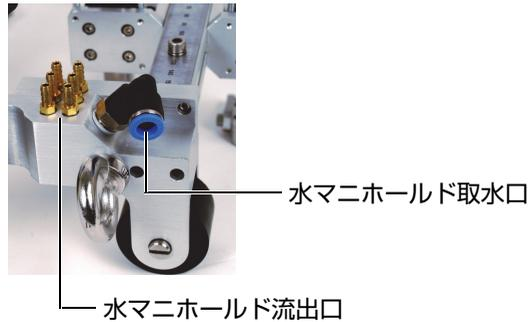

図 3-2 水マニホールド、詳細
5. 水チューブを給水源からスキャナーのマニホールドの取水口に接続します (62 ページの図 3-2)。
6. 注水孔用チューブをマニホールドの流出口からウエッジの入口に接続します (62 ページの図 3-2)。